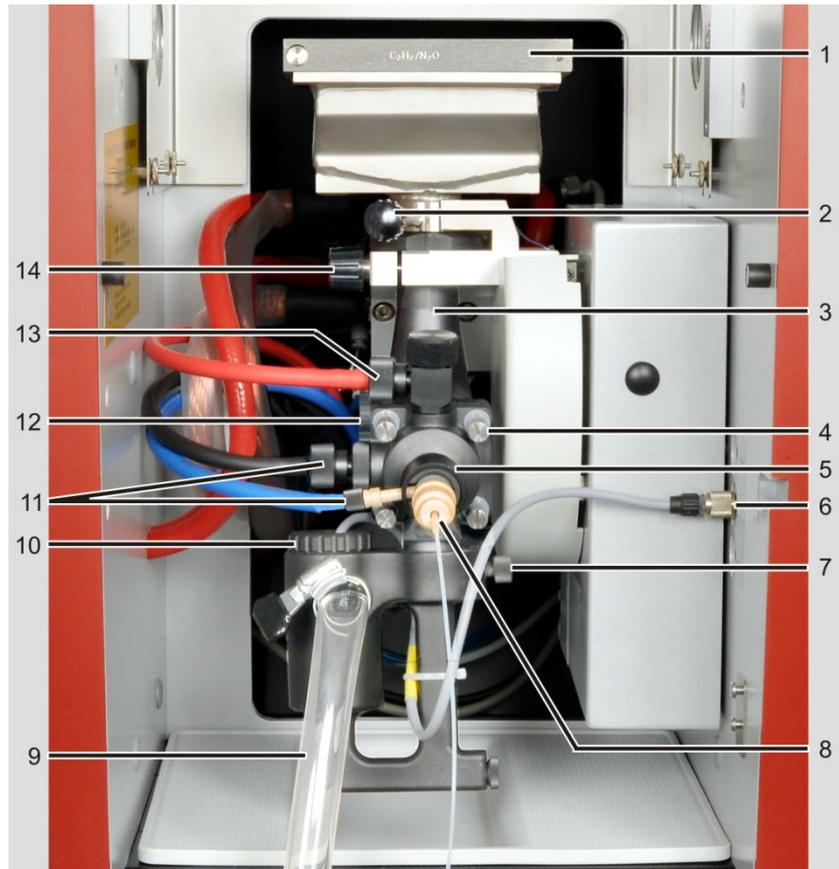
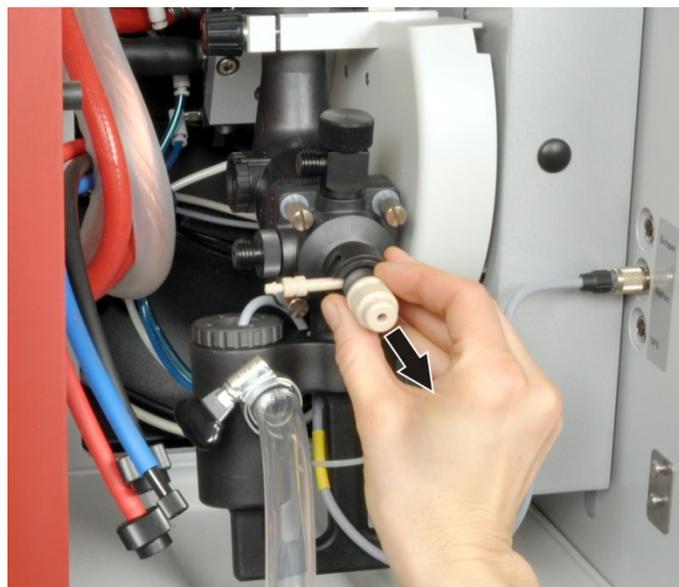
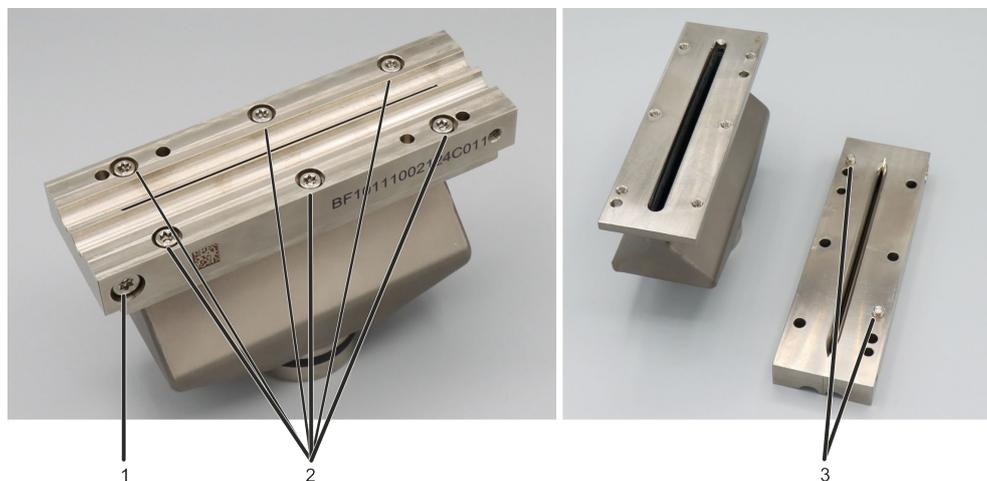

Fig. 55 Sistema bruciatore-nebulizzatore
Fig. 56 Estrazione del nebulizzatore dalla camera di miscelazione
Fig. 57 Collegamenti a vite del bruciatore
1. Svitare la vite di bloccaggio (2 in Fig. 56 S.103) sul bruciatore e rimuovere il bruciatore dal collo del bruciatore.
2. Svitare i raccordi del tubo flessibile sulla testa della camera di miscelazione e nebulizzatore (11, 13 in Fig. 56) e rimuovere il tubo di aspirazione del campione dal nebulizzatore.
3. Ruotare l'anello di arresto del nebulizzatore (5 in Fig. 56) in modo che si apra il fermo. Rimuovere il nebulizzatore dalla testa della camera di miscelazione, afferrare il nebulizzatore nella scanalatura (Fig. 57).
4. Svitare il cavo del sensore per il sifone dalla connessione nella parete del vano campioni (6 in Fig. 56) e tirare.
5. Rimuovere il tubo di scarico dal raccordo di scarico del sifone (9 in Fig. 56). Per questa operazione, allentare le fascette.
6. Allentare la vite di bloccaggio del sifone (7 in Fig. 56), sfilare il sifone verso il basso. Svuotare il sifone.
7. Svitare l'inserito del sensore per il sifone, rimuovere il sensore dal sifone (10 in Fig. 55).
8. Tenere fermo il sistema, avvitare la vite a testa zigrinata sulla staffa della camera di miscelazione (14 in Fig. 56), ruotare la staffa all'indietro ed estrarre il sistema.
9. Estrarre il tappo di sicurezza (1 in Fig. 55) dalla camera di miscelazione.
10. Allentare i quattro collegamenti a vite della camera di miscelazione (4 in Fig. 56) e scomporre la camera di miscelazione in testa e tubo della camera.
11. Rimuovere il girante di miscelazione (3 in Fig. 55) dal tubo della camera.
12. Svitare i collegamenti del gas combustibile e dell'ossidante supplementare (5 in Fig. 55) dalla testa della camera di miscelazione.
1. Ruotare leggermente la sfera di impatto (7 nella Fig. 55 S.102) ed estrarla dal nebulizzatore. Se la sfera di impatto è bloccata, trattare il nebulizzatore per alcuni minuti in un bagno a ultrasuoni con acqua ultrapura.
2. Tenere il girante di miscelazione per la maniglia (3 in Fig. 55 pag.102) e inserirlo nel tubo della camera di miscelazione. Bloccarlo con una leggera pressione.
3. Assemblare le componenti della camera di miscelazione (tubo e testa della camera), in modo allineato e avvitare (2, 4 in Fig. 55). Assicurarsi che l'anello di tenuta sia nella posizione corretta.
4. Avvitare il sensore (10 in Fig. 55 S.102) nel sifone. Inserire il sifone nella testa della camera, in modo che il raccordo di scarico punti in avanti. Fissare il sifone con le viti di bloccaggio (7 in Fig. 56).
5. Inserire i tappi di sicurezza (1 in Fig. 55) sul tubo della camera.
6. Avvitare i raccordi per il gas combustibile e l'ossidante supplementare (5 in Fig. 55) nella testa della camera di miscelazione con gli anelli di tenuta.
7. Inserire il nebulizzatore (8 in Fig. 55) nella testa della camera e fissarlo con gli anelli di bloccaggio (6 in Fig. 55).
8. Fissare il sistema camera di miscelazione-nebulizzatore alla regolazione dell'altezza nel vano campioni per mezzo della staffa (14 in Fig. 56). Il segno deve trovarsi sopra il bordo del fermo (2 in). Il vassoio del tubo della camera di miscelazione deve poggiare uniformemente sul fermo. Avvitare saldamente la vite a testa zigrinata sulla staffa.
9. Collegare il cavo del sensore per il sifone (6 in Fig. 56) alla presa della parete laterale del vano campioni (attenzione al nasello) e avvitare.
10. Inserire il tubo di scarico sul raccordo di scarico del sifone (9 in Fig. 56). Fissare con le fascette. Il tubo di scarico deve avere un'inclinazione costante fino al flacone di scarto.
12. Inserire il bruciatore sul tubo della camera di miscelazione e ruotarlo contro la battuta di 0°. Serrare con la vite di bloccaggio (2 in Fig. 56).
13. Avvitare il tubo per il gas di combustione (rosso) in alto sulla testa della camera di miscelazione (13 in Fig. 56).
14. Avvitare il tubo per l'ossidante (blu) al raccordo del nebulizzatore (11 in Fig. 56).
15. Avvitare il tubo per l'ossidante supplementare (nero) al raccordo sul lato della camera di miscelazione (11 in Fig. 56).
1. Tenere fermo il sistema bruciatore-nebulizzatore, avvitare la vite a testa zigrinata sulla staffa della camera di miscelazione (14 in Fig. 56), ruotare la staffa all'indietro ed estrarre il sistema e deporlo al sicuro.